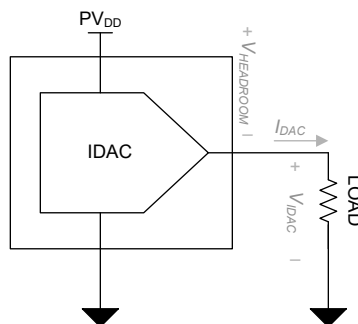

图 8-2. IDAC 功率耗散
- IDAC 通道的功率耗散是 PV_{DD} 电源电压、电流输出和 IDAC 引脚电压 (V_{IDAC}) 的函数。余量电压 ($V_{HEADROOM}$) 计算为 PV_{DD} 和 V_{IDAC} 之间的差值。更大限度地降低 $V_{HEADROOM}$ 以降低器件的功率耗散，同时满足最低 $V_{HEADROOM}$ 要求。如果 $V_{HEADROOM}$ 低于指定的电压，则 IDAC 输出无法提供满量程电流输出。图 8-2 显示了输出电流方向和影响功率耗散的主要电压。IDAC 输出对功率耗散的影响与输出电流乘以 $V_{HEADROOM}$ 电压成正比。